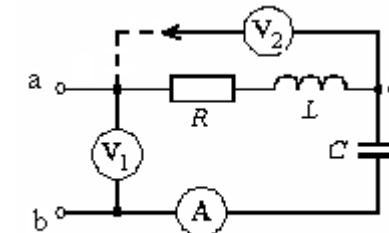

Рис. 6.1
Простейший вариант такого резонанса получается при последовательном соединении катушки индуктивности с параметрами  $R, L$  и конденсатора с емкостью  $C$  (рис.6.1).
Схема, показанная на рис. 6.1, питается от источника синусоидального напряжения с регулируемой частотой  $f = \frac{\omega}{2\pi}$ . При измене-
- Изменением каких параметров цепи или источника питания в схеме, изображенной на рис. 6.1, можно добиться резонанса? Записать его условие для этой схемы.
- Как по известным параметрам цепи рис. 6.1 вычислить резонансную частоту  $\omega_{РЕЗ}$ ?
2. Собрать цепь по схеме, показанной на рис. 6.1, и снять показания приборов при пяти различных значениях частоты:  $f=f_{\text{РЕЗ}}$ , два значения  $f < f_{\text{РЕЗ}}$ , и два значения  $f > f_{\text{РЕЗ}}$ . Записать их в табл. 6.3. Следует убедиться, что при  $f = f_{\text{РЕЗ}}$  амперметр показывает наибольшее значение тока в цепи. При этом напряжения  $U_K$  и  $U_C$  следует измерять вольтметром  $V_2$ , переключая в каждом из опытов провод вольтметра из точки  $a$  в точку  $b$  и обратно. В процессе измерений подобрать такие частоты, при которых  $U_K$  и  $U_C$  достигают максимальных значений.